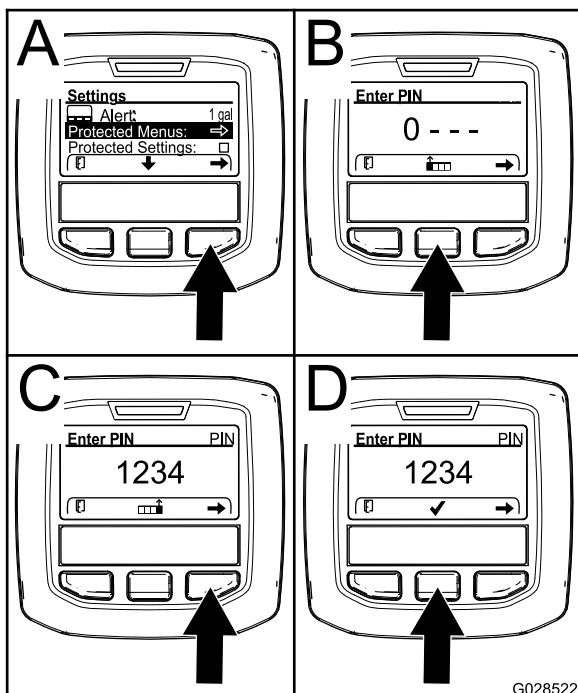

Figure 61
- Appuyez sur le bouton de sélection central (B de Figure 61) pour augmenter la valeur numérique (0 à 9).
- Appuyez sur le bouton de sélection droit (C de Figure 61) pour amener le curseur à la valeur numérique suivante à droite.
- Remarque:** Une coche s'affiche alors au-dessus du bouton central (D de Figure 61).
6. Appuyez sur le bouton de sélection central (D de Figure 61) pour saisir le mot de passe.
3. Appuyez sur le bouton de sélection droit pour sélectionner les menus protégés (A de Figure 61).